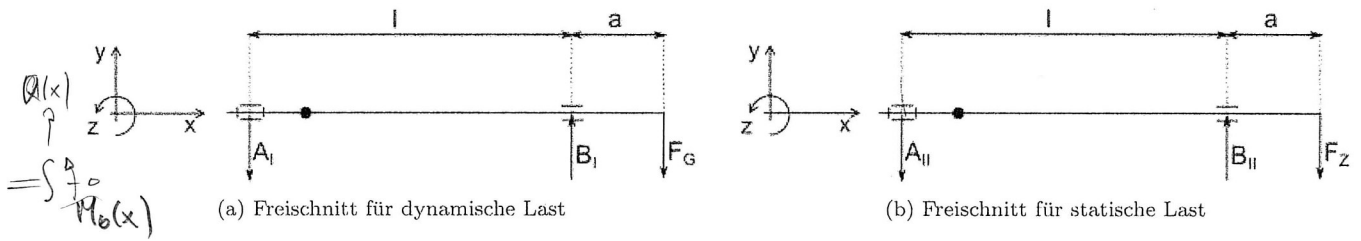

Abbildung 4.2: Freischnitte der Trommelwelle nach Superpositionsprinzip
b) **Biegemomente und Querkräfte (4 Punkte)** Zur Berechnung der Schnittlasten sind Ihnen in Abb. 4.2 zwei Freischnitte der Trommelwelle gegeben (unterteilt in statische und dynamische Belastungen). Die Lagerlasten sind Ihnen unterhalb der Freischnitte ebenfalls gegeben.